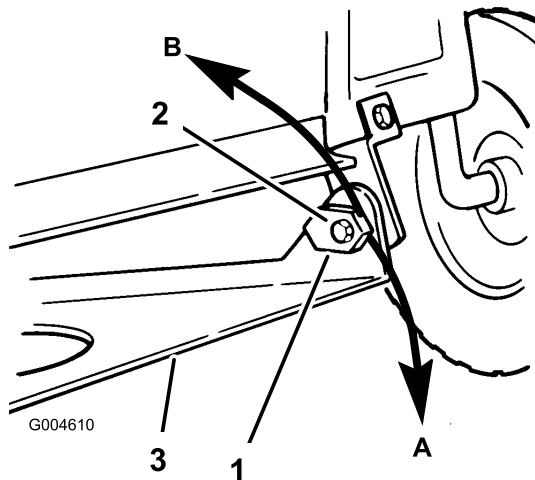

Figura 48
15. Ajuste la inclinación longitudinal girando las tuercas especiales de ajuste de la inclinación en ambos lados del soporte de pivote del cortacésped (Figura 48).
16. Gire lentamente la tuerca de ajuste de inclinación izquierda, hacia abajo para elevar la parte delantera del cortacésped, y hacia arriba para bajar la parte delantera del cortacésped (Figura 48). Gire la tuerca de ajuste de la inclinación hasta que la parte delantera del cortacésped esté entre 6 y 16 mm más baja que la parte trasera del cortacésped.